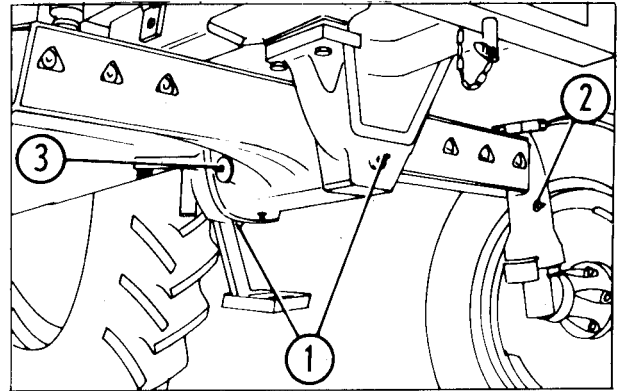

Fig. 4.
- Scharnierpunt vooras (2-WD) (1 fig. 4),
- Fuseepennen (2-WD) (2 fig. 4),
(3 fig. 4), aantal smeernippels: .....1.